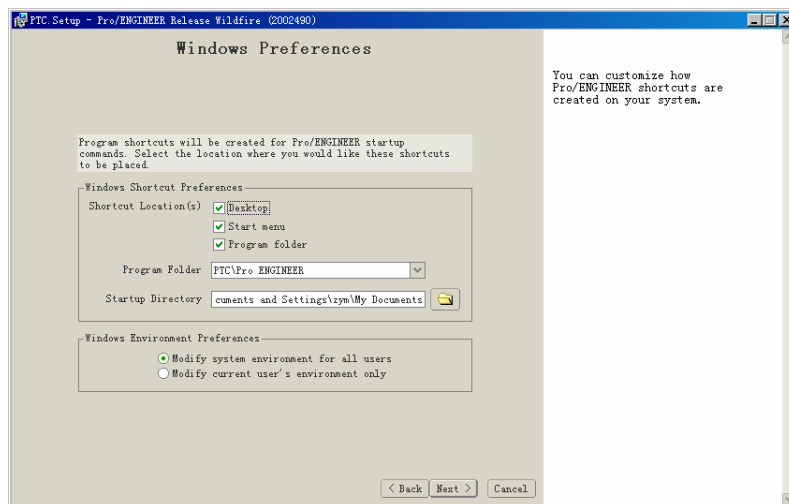

图 1.9 设置启动快捷方式位置
(9) 在图 1.9 所示的界面中设置启动快捷方式的位置。
在如图 1.9 所示的界面中用户可以根据自己的习惯设置快捷方式启动 Pro/ENGINEER Wildfire 的位置，可以把快捷方式放在桌面上、开始菜单中或“Program”文件夹中。设定完毕后单击“Next”按钮，进入下一步安装界面。